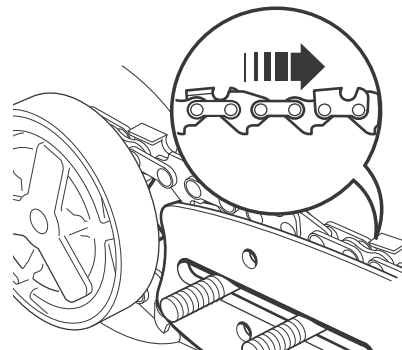

Fig. 4
- > Extienda la cadena de la sierra (3) sobre la rueda (22) detrás del embrague (21) y colóquela alrededor de la barra guía (4) con los bordes cortantes de la cadena apuntando en el sentido de rotación (Fig. 4).